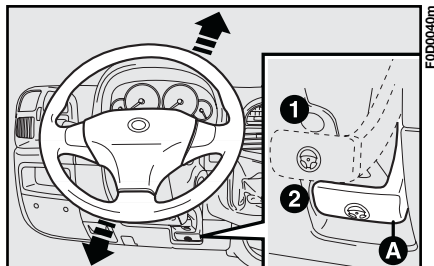

Abb. 71b
- 1) Den Hebel **A, Abb. 71b** auf Position **1** stellen.